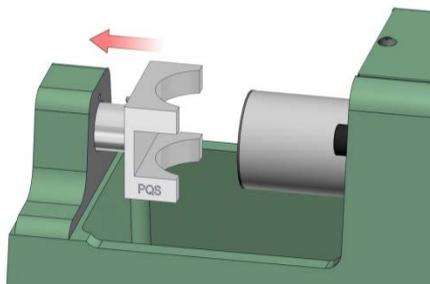

Abbildung 5.3.2
1. Montieren Sie die beiden Doppelquer-Scherklemmen, indem Sie zunächst jeden der Stifte, die sich auf der Rückseite der Klemmen befinden, mit den Löchern auf dem Fuß und dem Hydraulikkolben der Universalsandfestigkeitsmaschine ausrichten. Schieben Sie die Vorrichtung dann vorsichtig 25 mm auf den Fuß (nach links) und 15 mm auf den Hydraulikkolben (nach rechts). Siehe nachfolgende Abbildung 5.3.2. bezüglich der Installation.